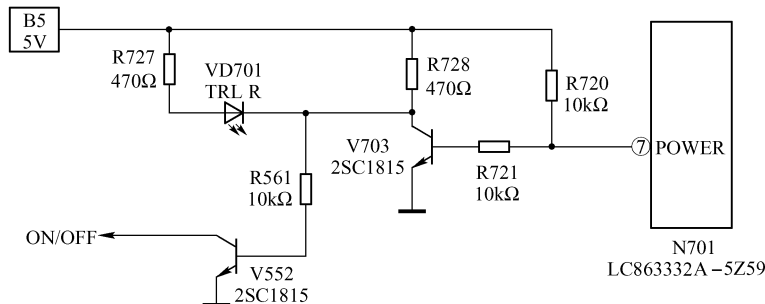

图 2-15 待机控制接口电路
N701 (LC863332A-5Z59) 的⑦脚电路主要用于待机控制。其外部接口电路主要由 R720、R721、V703 等组成, 如图 2-15 所示。其中, R720、R721 是 V703 基极偏置电阻, 主要用于给 V703 提供正向导通偏置电压; V703 为待机电平输出管, 工作在开关状态; VD701 为发光二极管, 用于待机指示; V552 用于开/关机控制。在正常收视状态下, N701⑦脚输出 0.02V 低电平, 使 V703 基极因 0V 低电平而处于截止状态, 其集电极输出 4.9V 高电平, 使 VD701 截止不发光, 同时通过 R561 使 V552 因获得 0.8V 高电平而呈导通状态, 并由集电极输出 0.1V 低电平开机信号, 使开关稳压电源次级电路的几组低压电源正常输出。